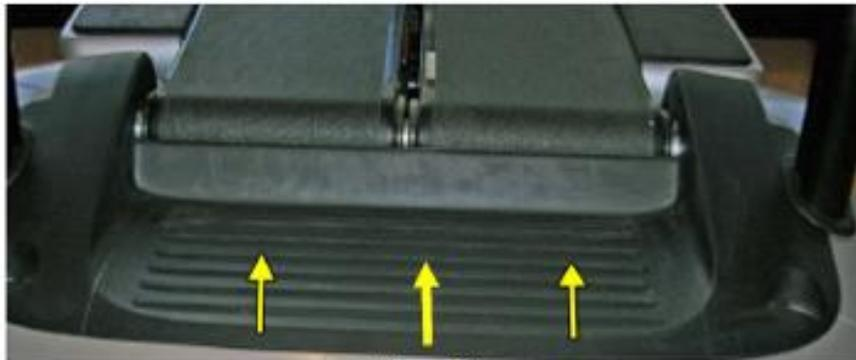

Рис. 13
- После того, как Вы ослабили винты с рис. 12, можно снимать заднюю верхнюю накладку. Снимите два винта, которые держат раму накладки (рис. 13). Затем поднимите и вытяните накладку.